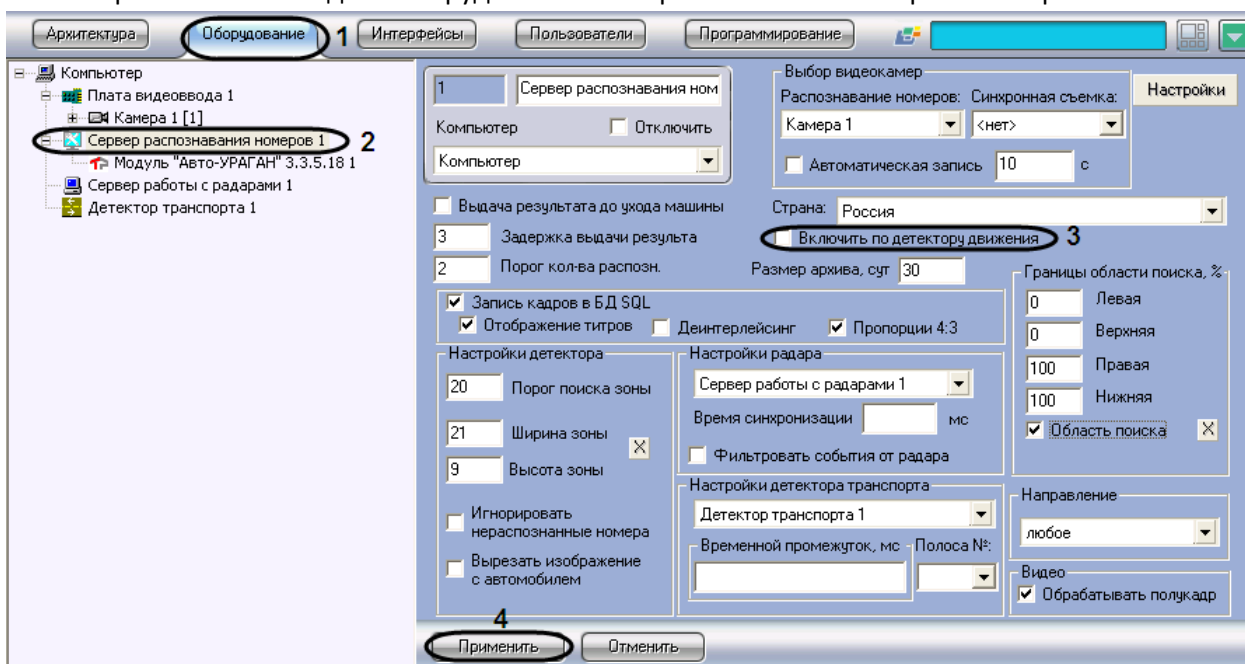

Рис. 7.2—17. Настройка совместной работы Сервера распознавания номеров и детектора движения ПК «Интеллект»
1. В диалоговом окне «Настройка системы» перейти на вкладку «Оборудование» (см. Рис. 7.2—17, 1).
2. В дереве объектов на вкладке «Оборудование» выбрать объект «Сервер распознавания номеров», соответствующий активированному программному модулю «Авто-УРАГАН 3.3.5.18», «CARMEN-паркинг», «CARMEN-Авто» или «ACCR» (см. раздел «Активация программного модуля, используемого для распознавания номеров», Рис. 7.2—17, 2). В правой части вкладки «Оборудование» отобразится панель настройки выбранного объекта
3. Установить флажок «Включить по детектору движения» для активации функции совместной работы Сервера распознавания номеров и детектора движения ПК «Интеллект» (см. Рис. 7.2—17, 3).
4. Нажать кнопку «Применить» (см. Рис. 7.2—17, 4).